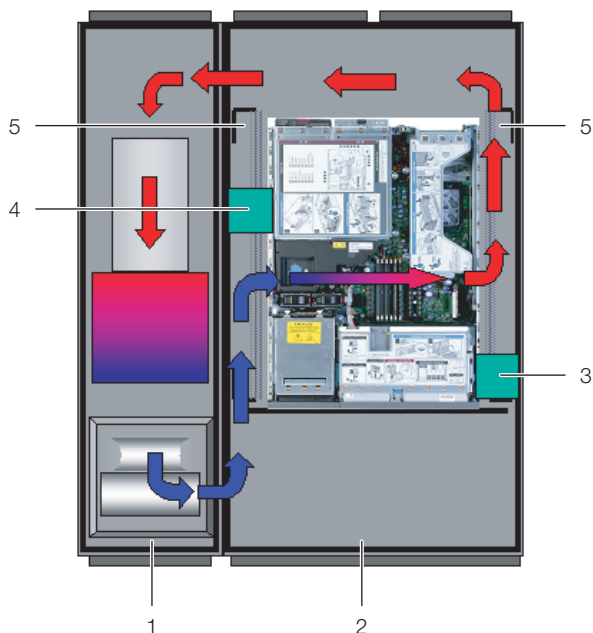

Рис. 23: Расположение поролоновых прокладок у приборов с боковой вентиляцией (вид сверху) – LCP Rack
- Если в серверном шкафу установлено несколько приборов с боковой вентиляцией, создайте соответствующее количество выемок в поролоновой полоске, чтобы на уровне каждого прибора с левой и правой стороны серверной стойки имелись выемки в поролоновой полоске. Обратите внимание на то, чтобы со стороны теплого воздуха не было никаких выемок (рис. 23, поз. 3).
- Закрепите эти отрезки со смещением назад относительно стороны холодного воздуха приборов (рис. 23, поз. 4). Необходимо установить полоски таким образом, чтобы все вентиляторы приборов могли всасывать холодный воздух и ни один вентилятор не блокировался.
Поролоновые полосы могут быть установлены между передней и задней опорой серверной стойки по всей глубине приборов с боковой вентиляцией (рис. 23, поз. 5).